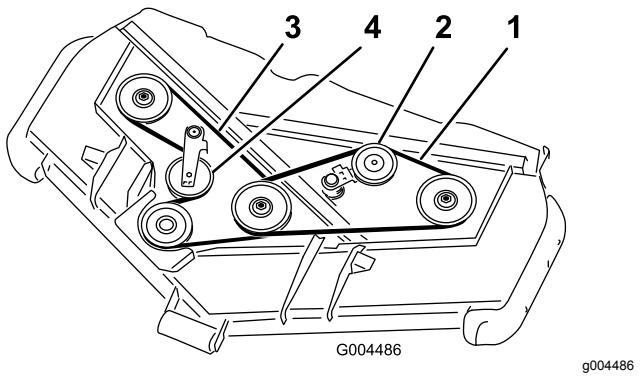

図 79
3. バールなどの工具を使って上ベルト用アイドラプーリ()をベルトから引き離してベルトの張りをなくす 図 79。
4. バールなどの工具を使って下ベルト用アイドラプーリ()をベルトから引き離してベルトの張りをなくす図 79。
5. 図 79のように、ギアボックススプーリ、下ベルト用スピンドルプーリ、アイドラプーリに新しいベルトを回しかける。
6. 図 79のように、上ベルト用スピンドルプーリとアイドラプーリアセンブリに新しいベルトを回しかける。